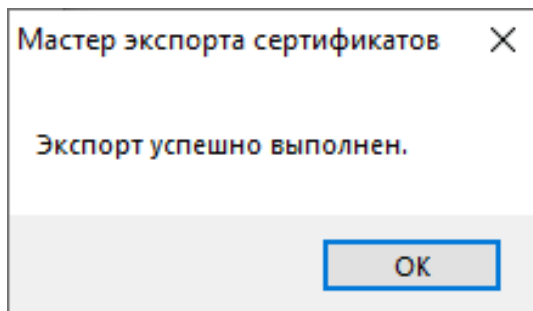

Рисунок 526 - Экспорт успешно выполнен
10. Экспорт успешно выполнен. Нажмите **ОК** (Рисунок 526).